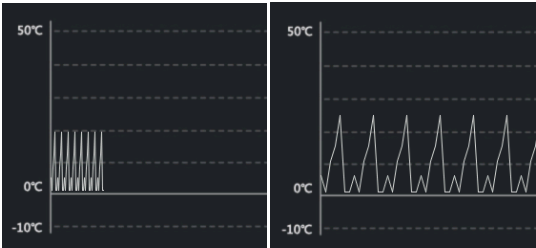

图 4-17 左边为正常效果，右边为水平缩放 500%效果
(2) 水平缩放，如图 4-17 所示，左边为正常未缩放的一段曲线，右边水平缩放 500%。
(4) 垂直缩放, 如图 4-17 所示, 左边为正常未缩放的一段曲线, 右边垂直缩放 500%。